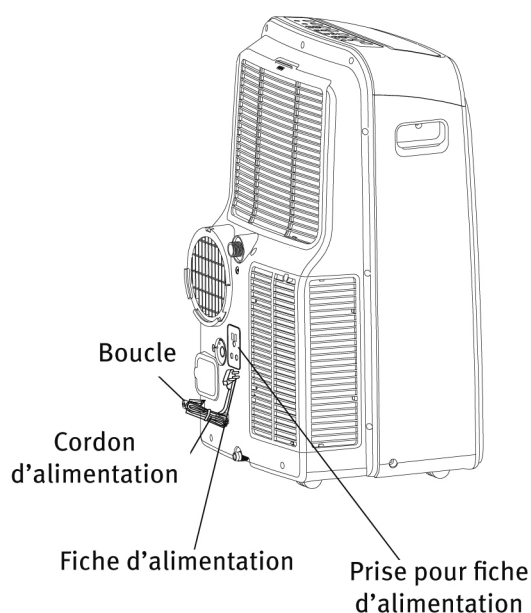

Fig.25
- Arrêtez l'appareil et débranchez-le, enveloppez le cordon et entourez-le avec le crochet (Fig.25). Retirez les piles de la télécommande.